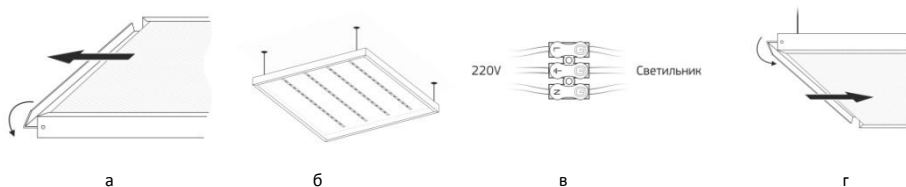

Рисунок 6 - Установка светильника Geniled серии Офис, ЛПО на ровную поверхность.
5.3.1. Установка светильника Geniled на ровную поверхность (Рисунок 6) (только для светильников серии Офис, ЛПО). Откройте откидную крышку и извлеките рассеиватель (Рисунок 6, а). Установите на подготовленное место (Рисунок 6, б). Присоедините сетевые провода к клемме (Рисунок 6, в). Установите рассеиватель и закройте откидную крышку (Рисунок 6, г).